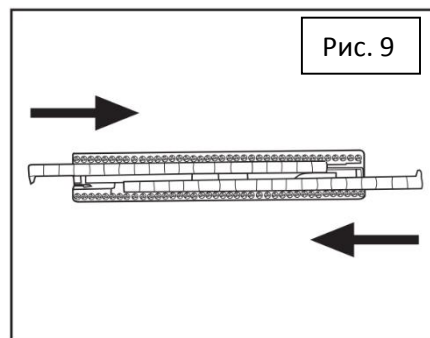

Рис. 9
Чтобы установить насадки для ковровых покрытий (22), вставьте жесткие щетки в соответствующие направляющие креплениями внутрь (**Рис. 9**).